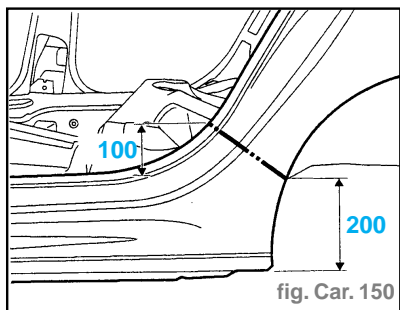

fig. Car. 150
- Tracer puis découper à l'aide d'une meule épaisseur 1 mm (coupe provisoire) (fig. Car. 150).